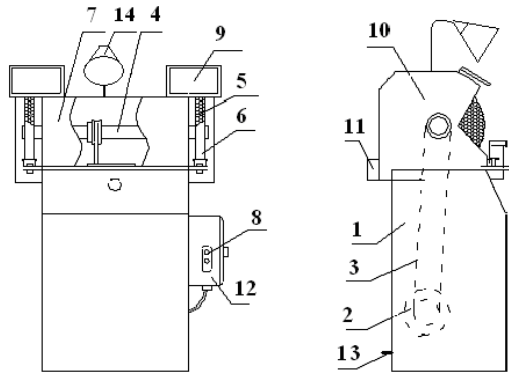

Рис. 2. Общий вид станка:
5.2. Станок состоит из сварной станины (рис. 2, поз. 1), на которую установлены электрошкаф 12, кожухи шлифовальных кругов 10, защитное ограждение вала 7. Внутри станины установлен электродвигатель 2, на валу которого посажен шкив, через который посредством клиновых ремней передается вращающий момент на шкив вала 4. Шкив вала 4 шлифовальных кругов жестко крепятся на валу посредством шпонки и гайки, ступицы шлифовальных кругов также посредством шпонки и гайки. Кожух шлифовального круга представляет собой отдельный сборный узел, который имеет съемную боковую стенку для замены шлифовальных кругов. В нижней части каждого кожуха имеется патрубок для подключения вытяжной вентиляции и отвода абразива. Остальные конструктивные части станка показаны на рис. 2.